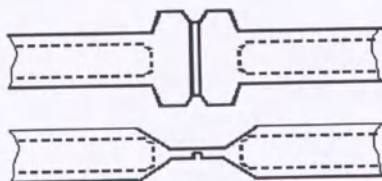

Рис. 7. Вид запаянного шва
10.4. После погасания индикатора подачи ВЧ энергии через 0,5–1 с отпустите рычаг ВЗГ, извлеките магистраль из рабочей зоны и проконтролируйте качество запаянного шва на соответствие Рис. 7.